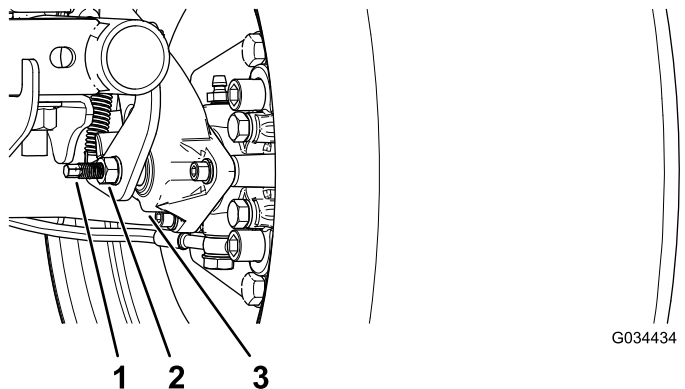

Figura 53
3. Con 2 llaves, sostenga en su sitio el poste de ajuste en la pinza con 1 llave y afloje la contratuerca 1/4 de giro con la otra llave (Figura 53).
4. Mientras sostiene el poste de ajuste y la contratuerca en su sitio, gire el poste hacia dentro para apretarlo (Figura 53).
5. Mientras sostiene el poste de ajuste y la contratuerca en su sitio, retroceda atrás 1/4 de giro (Figura 53).
6. Mientras sostiene el poste de ajuste y la contratuerca en su sitio, apriete la contratuerca (Figura 53).